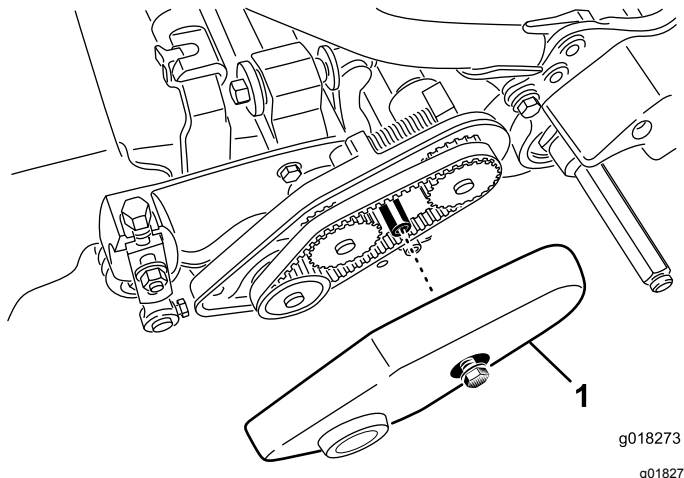

Bild 44
2. Lösen Sie den Bundbolzen, mit dem die Riemenabdeckung befestigt ist, und nehmen Sie die Riemenabdeckung ab, um an den Riemen frei zu legen (Bild 44).